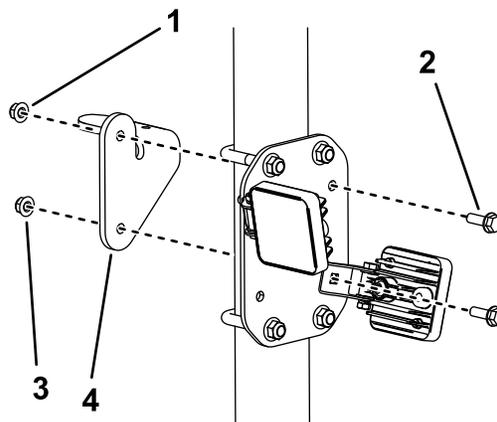

Figura 2
2. Montate la luce di segnalazione sulla staffa e montate il gruppo della luce di segnalazione come illustrato nella Figura 2.